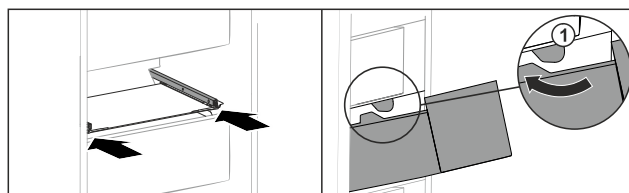

Fig. 218
- Ved'te zásuvku podél zářezů Fig. 218 (1).